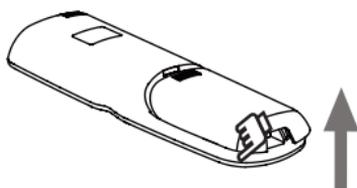

Figura 2.7
2) Levante la tapa de las pilas desde su extremo inferior izquierdo para abrirla (consulte la figura 2.7).